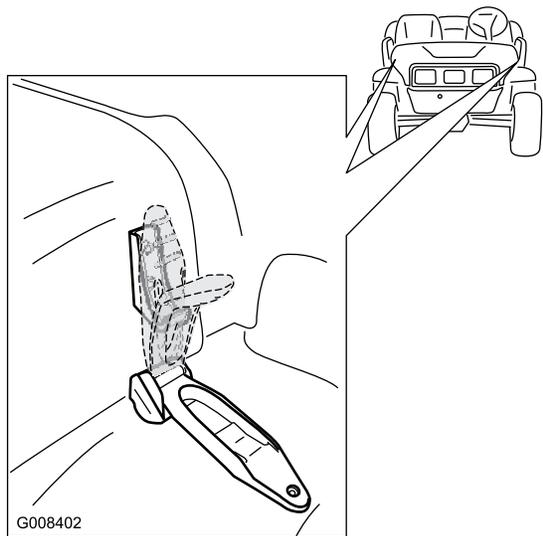

図 27
1. フードの両側についているゴム製ラッチのハンドルを上げる (図 27)。
2. フードの両側で、ラッチとラッチアンカーをそろえてラッチを掛ける (図 27)。